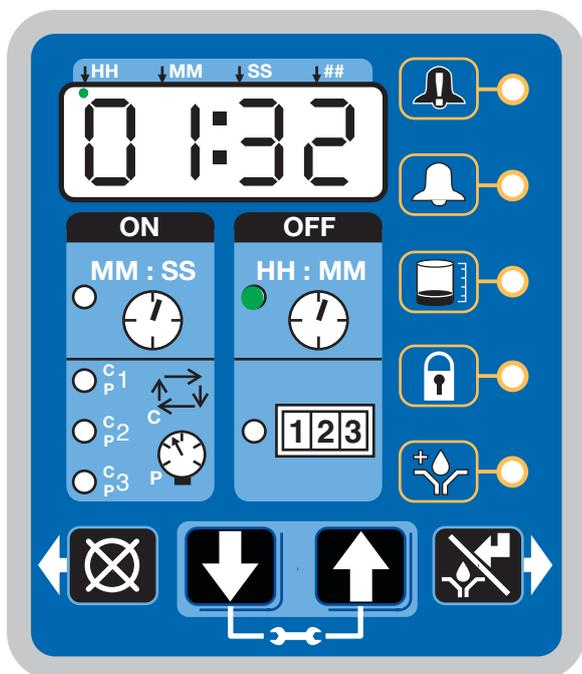

Fig. 47
Dopo aver completato la configurazione, l'unità G3 inizia automaticamente a eseguire la sequenza del tempo di SPEGNIMENTO (Fig. 47).
- L'esempio fornito in Fig. 47 mostra un tempo di SPEGNIMENTO di 1 ora e 32 minuti prima che inizi il ciclo di lubrificazione.
- Quando il tempo di ACCENSIONE raggiunge lo zero, la pompa si spegne nuovamente e il sistema esegue nuovamente un ciclo di tempo di SPEGNIMENTO e il LED del tempo di SPEGNIMENTO si illumina nuovamente (Fig. 47).